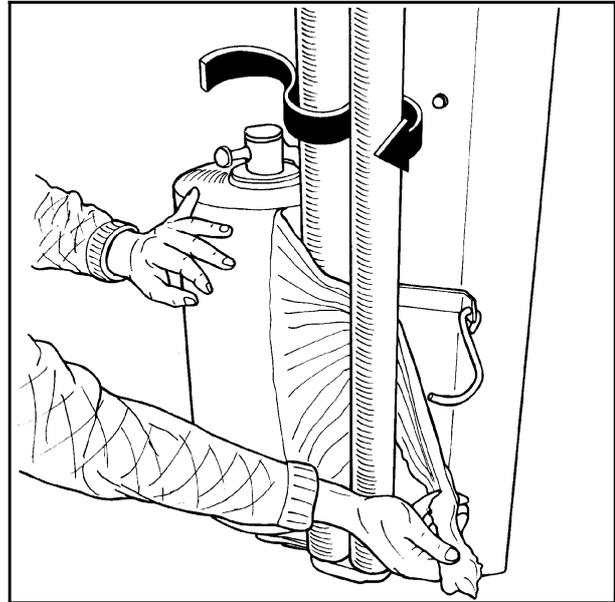

Fig. 4-2
- 4.3 Die Folie wie abgebildet in Richtung der Pfeile zwischen den Rollen des Vorspanners hindurchziehen, siehe Abb. 4-2. (Siehe auch Schild am Wickelarm.)